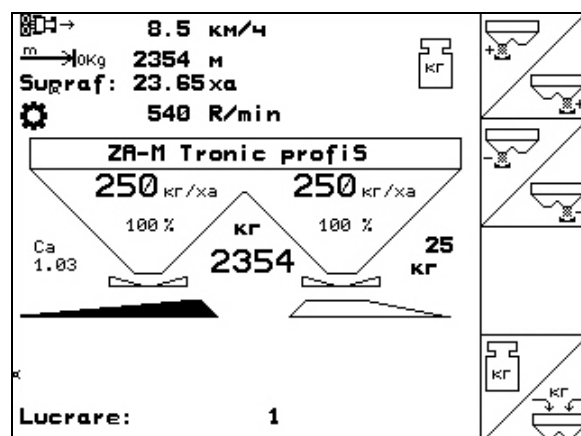

Fig. 66
- În meniul de lucru (Fig. 66).